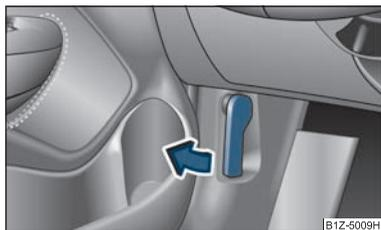

Fig. 160 Manette de déverrouillage du capot moteur
- Tirez sur la manette de déverrouillage sous le tableau de bord côté conducteur ⇒ fig. 160.
- Déverrouillez le capot-moteur ⇒ fig. 160.